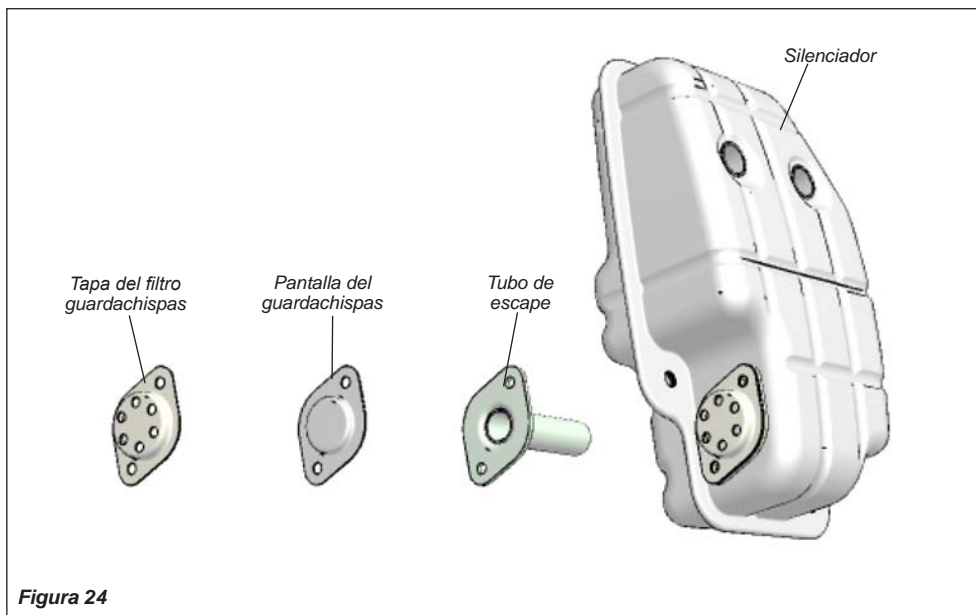

Figura 24
3. Con un destornillador, retire los dos tornillos del tubo de escape, y retire la tapa del filtro guardachispas, el tubo de escape, el junto, y la pantalla. Consulte la figura 24.